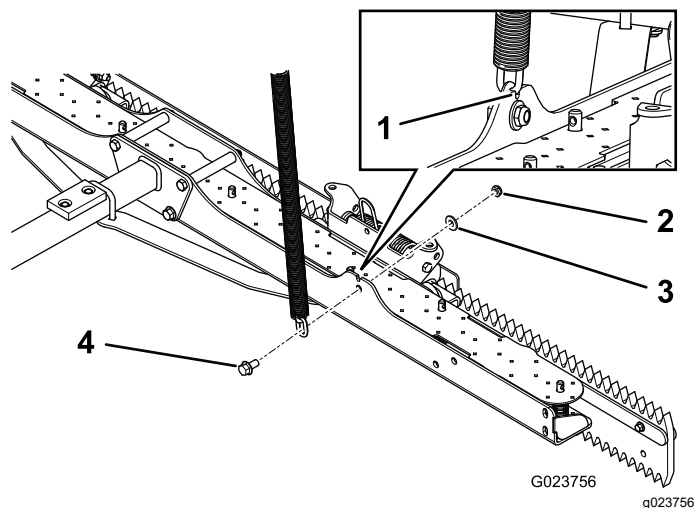

Figure 8
1. Insérez un boulon (3/8 x 3/4 po) dans une chaîne de levage et fixez-le à la plaque inférieure au moyen d'une rondelle (3/8 po) et d'un contre-écrou (3/8 po); voir la Figure 8.
Remarque: Pour empêcher les chaînes de changer de longueur en tournant, vérifiez que le deuxième maillon de la chaîne reste dans la fente au-dessus du trou de boulon, comme montré à la Figure 8.